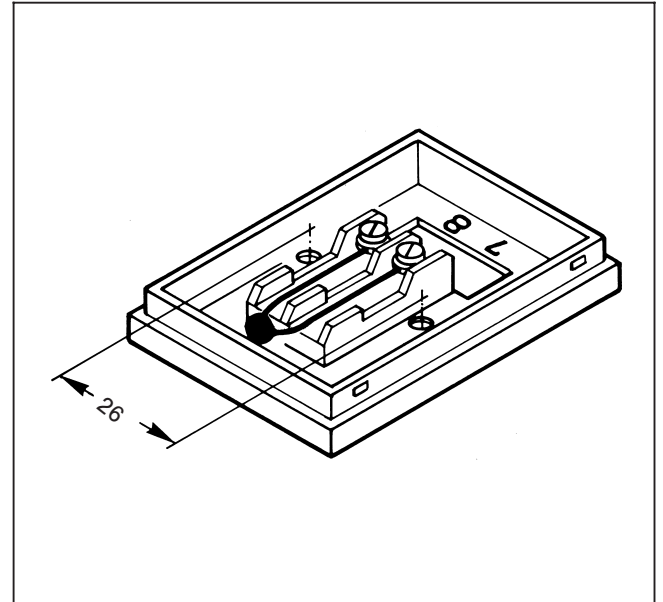

Fig. 2
- 2.2 A l'aide des vis et des chevilles jointes fixer la sonde d'ambiance à l'endroit approprié (Fig. 2).